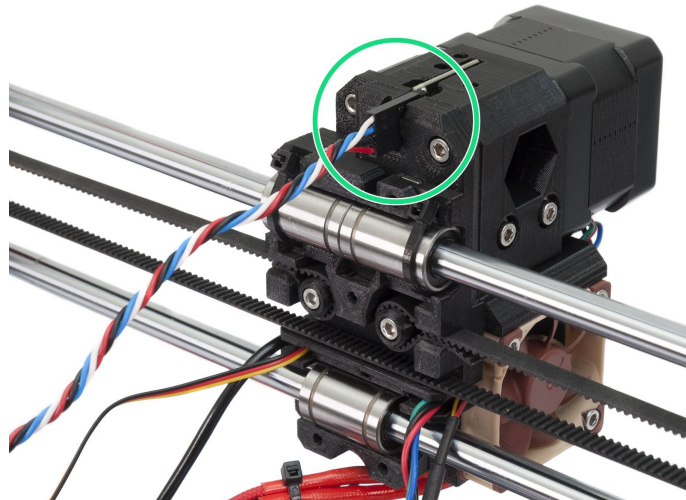

Figura 39 - Cable correctamente conectado al sensor de filamento
- El siguiente paso es limpiar el extrusor. Hay un hueco en el lado izquierdo del extrusor donde puedes acceder a la polea dentada (figura 39).